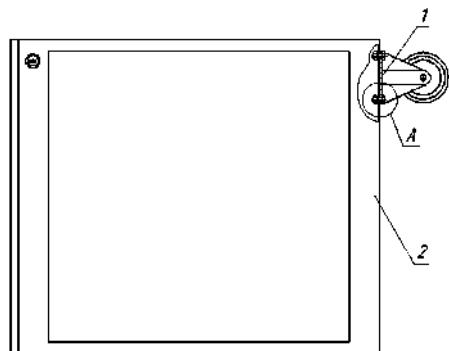

Рис.2
5.3 Установка колёс (рис.2).
5.3.2 Взять колесо и совместить отверстия в основании колеса (поз.1) с отверстиями на дне корпуса (поз.2). Крепить колесо ко дну корпуса четырьмя болтами М8х20 через шайбы 08. Повторить действия для остальных трех колес. (рис.2).